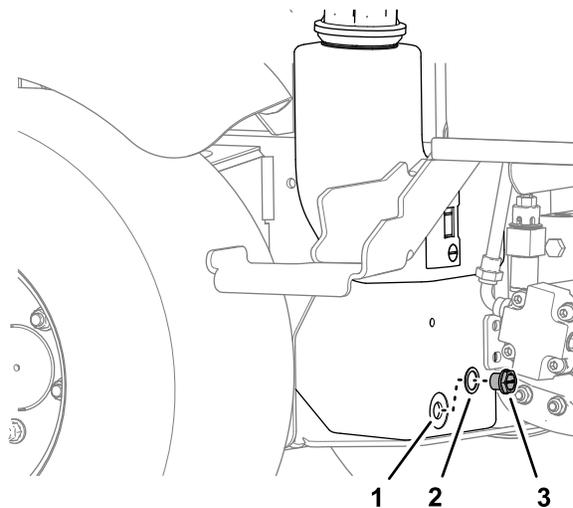

Figura 72
- Allineate una bacinella di spurgo sotto il serbatoio idraulico, rimuovete il tappo di spurgo del serbatoio, e spurgate completamente il fluido idraulico (Figura 72).